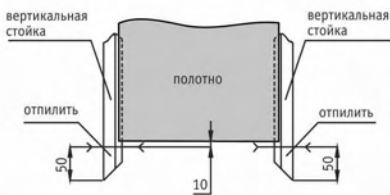

Рис. 11
2.4. Величина зазора между дверью и полом рекомендуется 10 мм. Для этого вертикальные элементы дверной коробки необходимо укоротить на 50 мм (рис. 11).